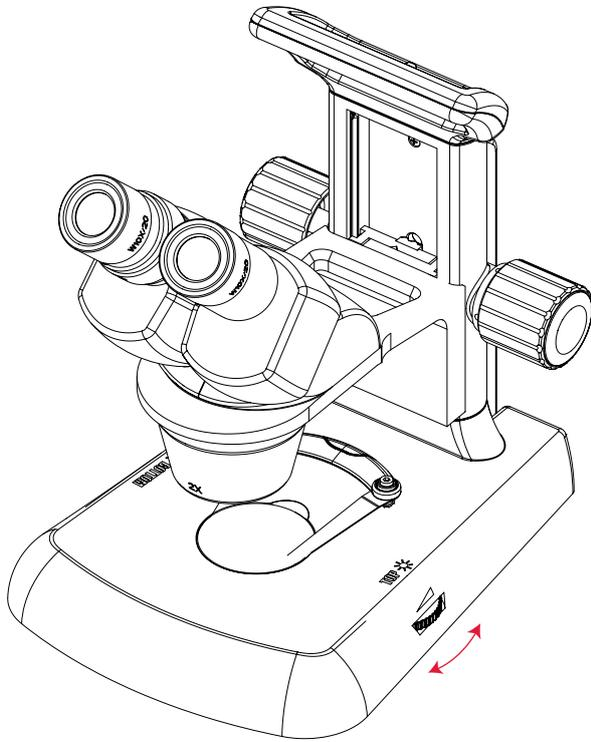

Figure 3a
- Tournez la commande du contrôle d'intensité lumineuse jusqu'à obtenir la luminosité souhaitée. Le contrôle de la luminosité de l'éclairage LED incident se fait à droite du statif. (Figure 3a)